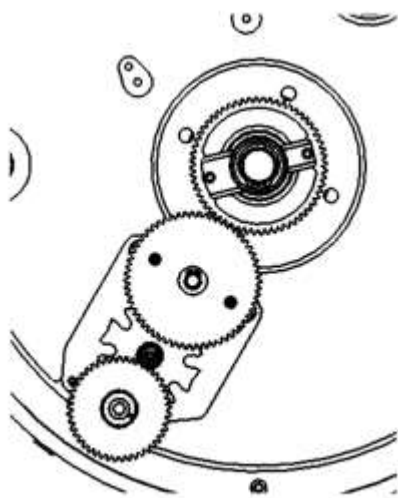

Рис. 29.
1. Убедитесь в том, что избиратель и шестерня на дне цилиндра находятся в заданном положении, и только после этого установите выемную часть контактора внутрь (Рис.29).